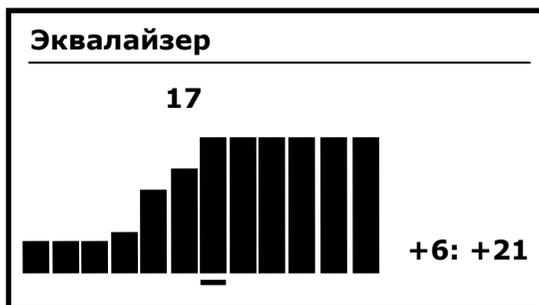

Рис. 21
- «**ЭКВАЛАЙЗЕР**» позволяет настраивать различную громкость звучания для сигналов с разными числами **VDI**. Диапазон чисел **VDI** разбит на **12** секторов. Для каждого сектора возможно изменение громкости от **0** до **17**. При установке значения **0** звук будет отсутствовать, **17** - громкость звучания для данного сектора будет максимальной. Для входа в режим настройки эквалайзера нажмите кнопку [+]. На экране появится меню настройки эквалайзера (Рис. 21):